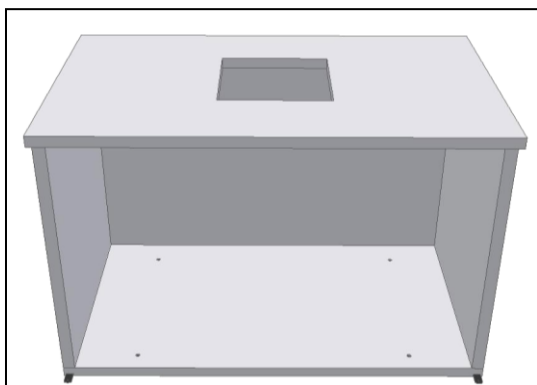

Fig. 6
- Fixer **le panneau du plafond** aux trois panneaux verticaux et serrer seulement les crochets du panneau arrière (Fig.6);